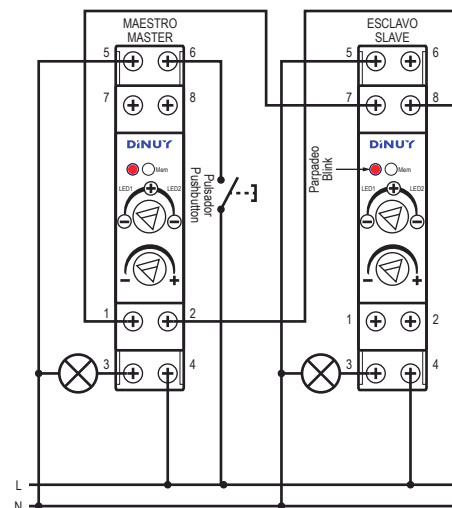

Fig.2
Working as Slave: Fig. 2
- Fig.2: Master/Slave installation.
Funcionamiento como Esclavo: Fig. 2
- Fig.2: Instalación Maestro/Esclavo.